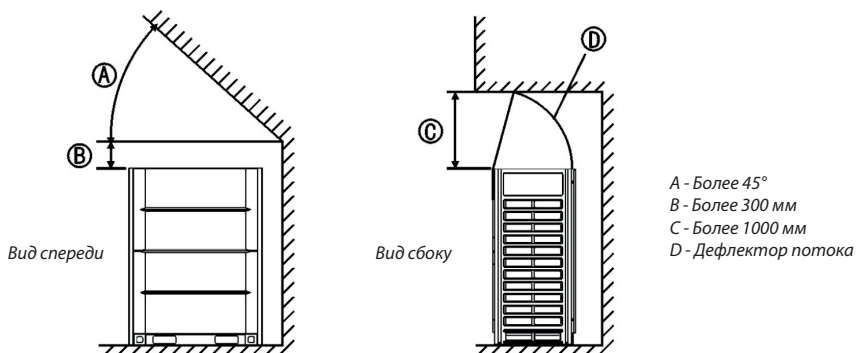

Рисунок 8.9.7
8.9.7 Если над наружными блоками располагается какой-либо объект, необходимо руководствоваться рис. 8.9.7. Если вокруг наружных блоков уложены штабелированные предметы, верхняя поверхность таких предметов должна отстоять от верхней поверхности наружного блока более чем на 800 мм. Если эта высота меньше требуемой